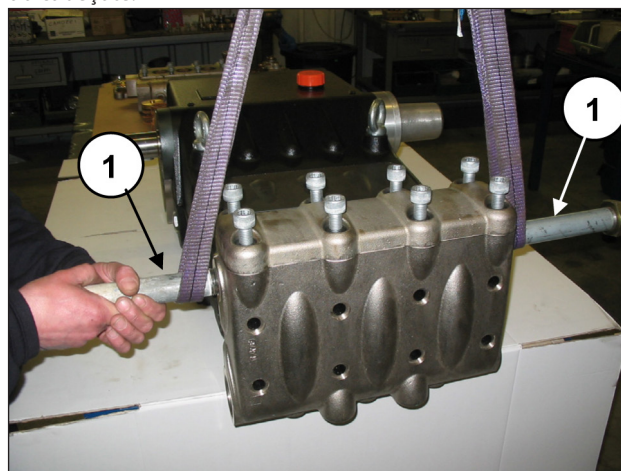
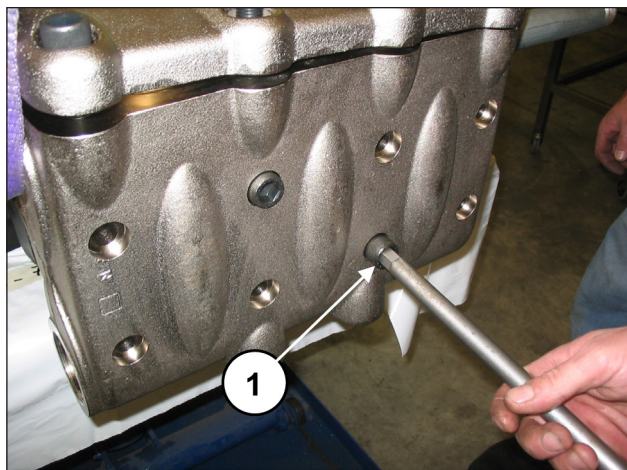

Fig. 104
Fig. 105
Aplique dois suportes roscados G2" nas conexões de descarga do cabeçote (pos. ①, Fig. 104) e depois desatarraxe os 8 parafusos M16x150 (pos. ①, Fig. 105). Preste atenção para não bater os pistões durante a extração do cabeçote.